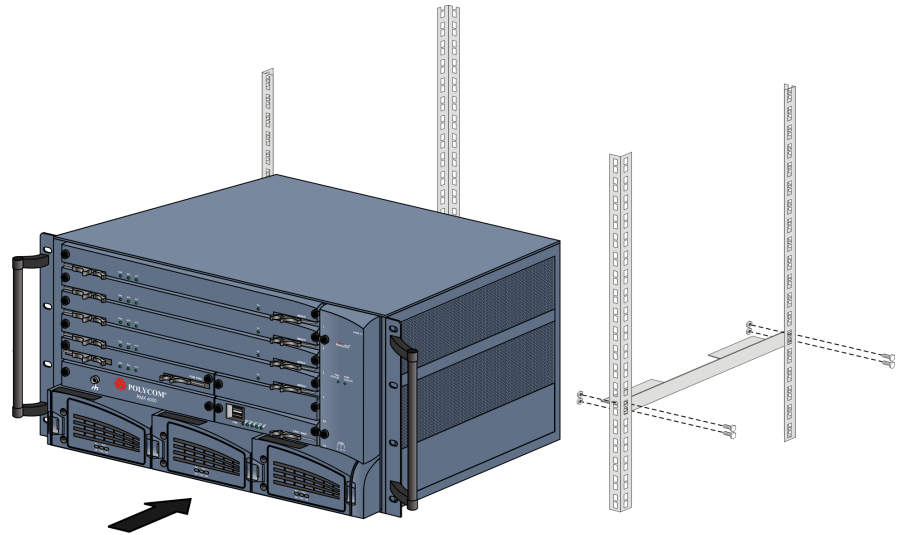

Abbildung 1-2 Installieren von Chassis-Laufleisten und RMX in einem Gestell
- 1 Wenn der RMX in einem Gestell montiert werden soll, müssen Laufleisten im Gestell installiert werden, wie in Abbildung 1-2 gezeigt. Zwei Chassis-Laufleisten sind im *Gestell-Installationszubehör* enthalten und werden nach innen gerichtet von der Außenseite des 19"/23"-Gestells angebracht.